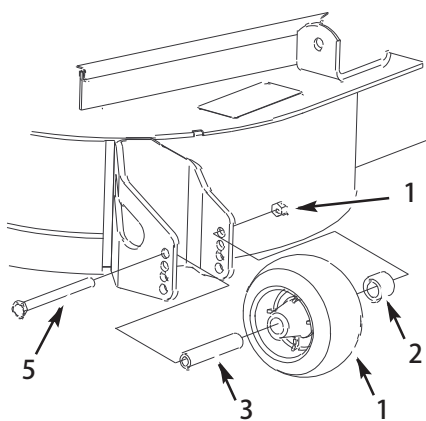

図 12
1. 刈高を変更後、ローラのフランジ・ナット、ブッシュ、スペーサ、ボルトを外してローラの高さ調整を行う。(図12)
3. フランジ・ナット、ブッシュ、スペーサ、ボルトを取り付ける。ボルトを54-61 Nm = 5.5~6.2 kg.m にトルク締める (図12)。